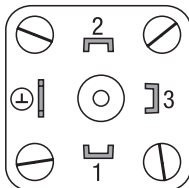

Fig. 19 Anschluss Niveauelektrode mit Vierpolstecker
5. Kabelverschraubung ⑮ und Zugentlastung ⑯ vom Steckeroberteil ⑪ demontieren.
6. Kabel durch Kabelverschraubung ⑮ und Steckeroberteil ⑪ ziehen und die Klemmen der Anschlussplatte ⑫ gemäß Anschlussplan belegen. **Fig. 19**
7. Anschlussplatte ⑫ in das Steckeroberteil hineindrücken, Kabel ausrichten.
8. Kabel mit Zugentlastung ⑯ und Kabelverschraubung ⑮ fixieren.
9. Deckel ⑩ aufsetzen und Schraube ⑨ durchstecken.
10. Steckeroberteil auf die Niveauelektrode aufstecken und mit Schraube ⑨ festschrauben.